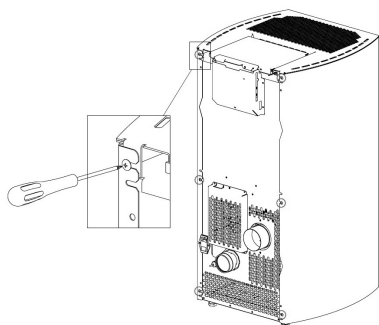

Fig. 56 - Løsn skruerne
- Løsn de 6 bagerste skruer (se **Fig. 56**).